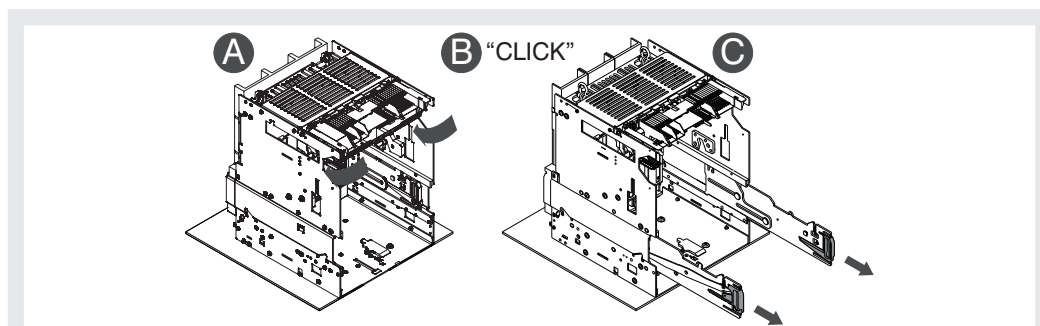

Figure 37
2. Sortir les glissières de la partie fixe en saisissant les leviers prévus. Voir Figure 37.